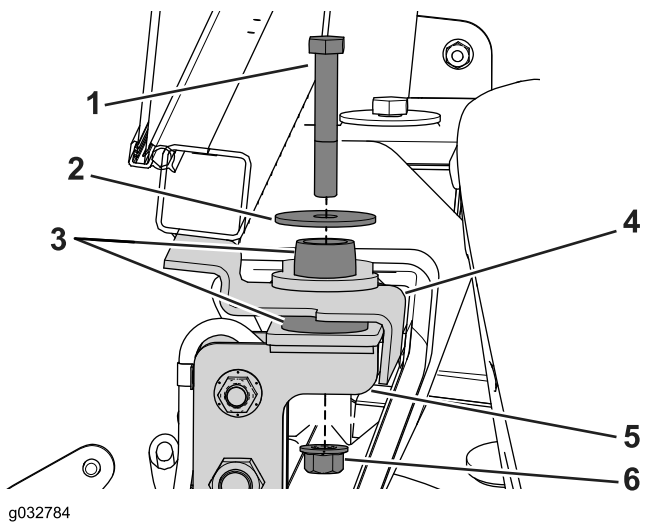

Figura 72
3. Instale un amortiguador de goma en cada uno de los puntos de montaje del bastidor de la cabina (Figura 72).
- Utilice el perno ($\frac{1}{2}$ " x $\frac{3}{4}$ "), la arandela grande y la tuerca con arandela prensada para montar la cabina en la máquina (Figura 72).